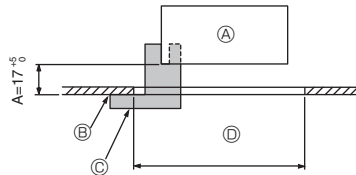
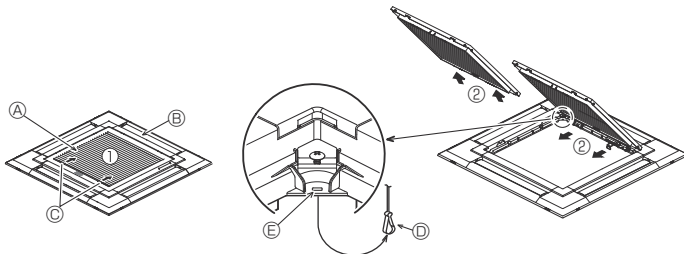
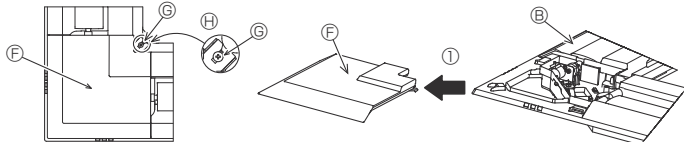

Fig. 9-2
Fig. 9-3
Fig. 9-4
①	Rooster	1	950 × 950 (mm)
②	Meetplaatje voor installatie	1	(In 4 delen verdeeld)
③	Draadloze afstandsbediening	1	Voor PLP-6EALM2
④	Houder voor afstandsbediening	1	Meegeleverd indien uitgerust met de draadloze afstandsbediening.*
⑤	LR6 AA-batterijen	2	Meegeleverd indien uitgerust met de draadloze afstandsbediening.*
⑥	3,5 × 16 mm zelftappende schroeven	2	Meegeleverd indien uitgerust met de draadloze afstandsbediening.*
9.2. Voorbereidingen om het rooster vast te maken (Fig. 9-2)
- Met het in deze set meegeleverde meetapparaat ② regelt en controleert u de relatieve positie van het hoofdapparaat ten opzichte van het plafondoppervlak. Als het hoofdapparaat niet goed is gepositioneerd ten opzichte van het plafondoppervlak, kan er luchtlekage of condensatie ontstaan.
- Ⓒ Meetplaatje voor installatie ② (geplaatst in het hoofdapparaat)
9.2.1. Verwijderen van de gril van de inlaatopening (Fig. 9-3)
- Schuif de hendels in de richting die wordt aangegeven door de pijl ① om de gril van de inlaatopening te openen.
- Verwijder nu het scharnier van de gril van de inlaatopening zoals aangegeven door de pijl ②, terwijl de gril in de geopende positie staat.
9.2.2. Verwijderen van het hoekpaneel (Fig. 9-4)
- Maak de 4 schroeven op de hoek los. Schuif het hoekpaneel in de richting van pijl ① in de afbeelding en verwijder het hoekpaneel.
[Fig. 9-3] [Fig. 9-4]